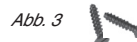

Abb. 3
- 2 Schrauben (3,2 x 15) mm (Abb. 3)